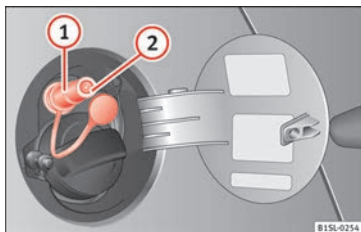

Fig. 104 Spertellino del serbatoio aperto: bocchettone di rifornimento del gas (1), anello di tenuta del bocchettone di rifornimento (2).
- Togliere il tappo del bocchettone di rifornimento del gas » » » fig. 104 (1).